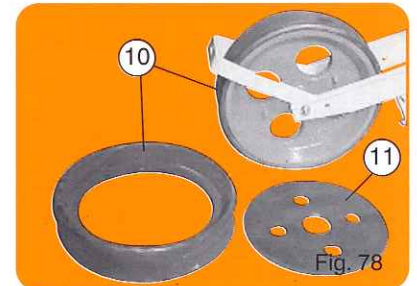

Fig. 78
- Bandage souple autonettoyant sur roue concave (10) (fig. 78).
- Rondelle intercalaire sur roue concave (11) (fig. 78) contre les pierres.
- Self-cleaning rubber tire on concave press wheel (10) (fig. 78).
- Round insert for concave press wheel (11) (fig. 78) against stones.
- Cubierta elástica autolimpiante con rueda cóncava (10) (fig. 78).
- Arandela intercalada sobre rueda cóncava (11) (fig. 78) contra las piedras.